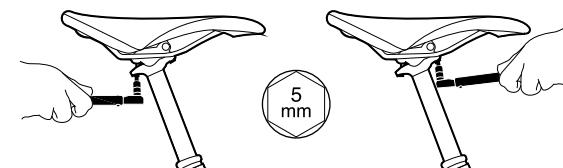

Afbeelding 8. Het pasblok aandraaien/losmaken
1. Zet de schroef van het zadel en de zadelpen los met een inbussleutel van 6 mm, zoals wordt weergegeven op *Afbeelding 8*. Zo krijg je voldoende spelingsomvang om het zadel makkelijk te kunnen bewegen.